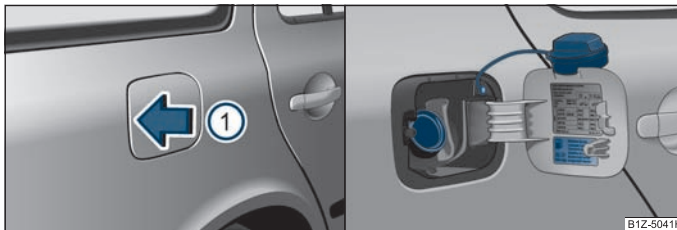

Fig. 159 Partea dreaptă spate a autovehiculului: Deschiderea clapetei rezervorului / Clapeta rezervorului cu capacul deschis
Autovehiculul dvs. poate funcționa doar cu **benzină fără plumb**, care corespunde normei **EN 228**. Tipurile de benzină se diferențiază prin cifra octanică (COR). Informația referitoare la COR-ul de care are nevoie motorul dumneavoastră se găsește pe partea interioară a clapetei rezervorului ⇒ pagina 193, fig. 159 - dreapta.
- Apăsați în centrul zonei din stânga a clapetei rezervorului în sensul indicat de săgeata ① ⇒ fig. 159.
- Deșurubați capacul spre stânga și așezați-l pe clapetă, în partea de sus ⇒ fig. 159 - dreapta.